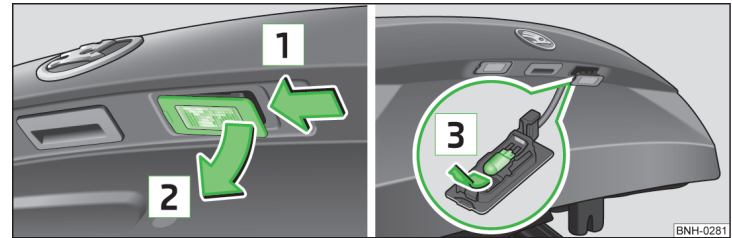

Fig. 155 Demontarea lămpii pentru numărul de înmatriculare / Înlocuirea becului
- Apăsați lampa în sensul săgeții **1** » fig. 155.